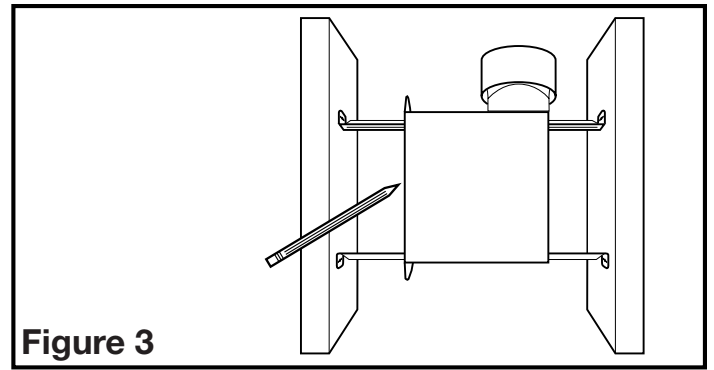

Figure 3
1. **Installation des Traverses de Montage :** placer le châssis en position entre les solives et tracer un contour sur le matériau du plafond (**Figure 3**). Mettre le châssis de côté et découper l'ouverture, en prenant soin de ne pas couper ou endommager des câbles électriques dissimulés ou autres utilités. Installer les traverses sur le châssis et positionner le châssis dans le trou percé précédemment afin qu'il soit à effleurement avec le plafond fini. Fixer les extrémités des traverses aux solives (**Figure 2**).